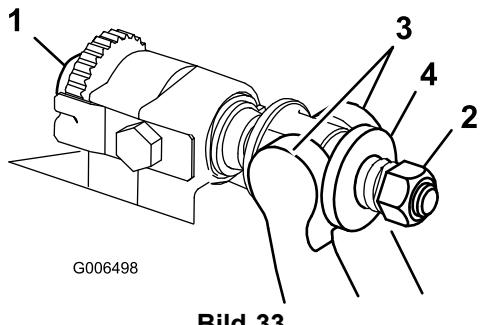

Bild 33
- Drehen Sie die Einstellschrauben des Untermesserträgers nach links, damit sich der Abstand zwischen Untermesser und Spindel vergrößert (Bild 33).
- Drehen Sie die Federspannungsmutter so weit hinaus, bis die Scheibe nicht mehr gegen den Untermesserträger angespannt ist (Bild 33).